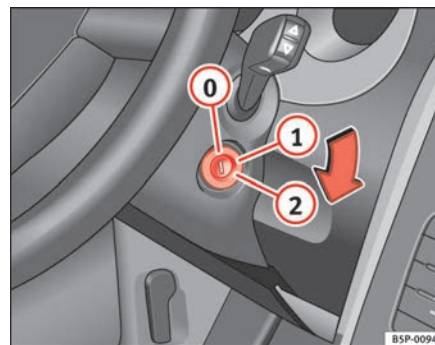

Fig. 137 Posiciones de la llave de contacto
En esta posición ⇒ fig. 137 el encendido y el motor están desconectados pudiéndose bloquear la dirección.
- Gire la llave de contacto hasta la posición ⇒ **página 172, fig. 137 ①**. El testigo  se encenderá en caso de precalentamiento del motor.
- En cuanto se apague el testigo, gire la llave de encendido a la posición **②** para poner en marcha el motor y no pise el acelerador.
- Gire la llave de contacto a la posición ⇒ página 172, fig. 137 .